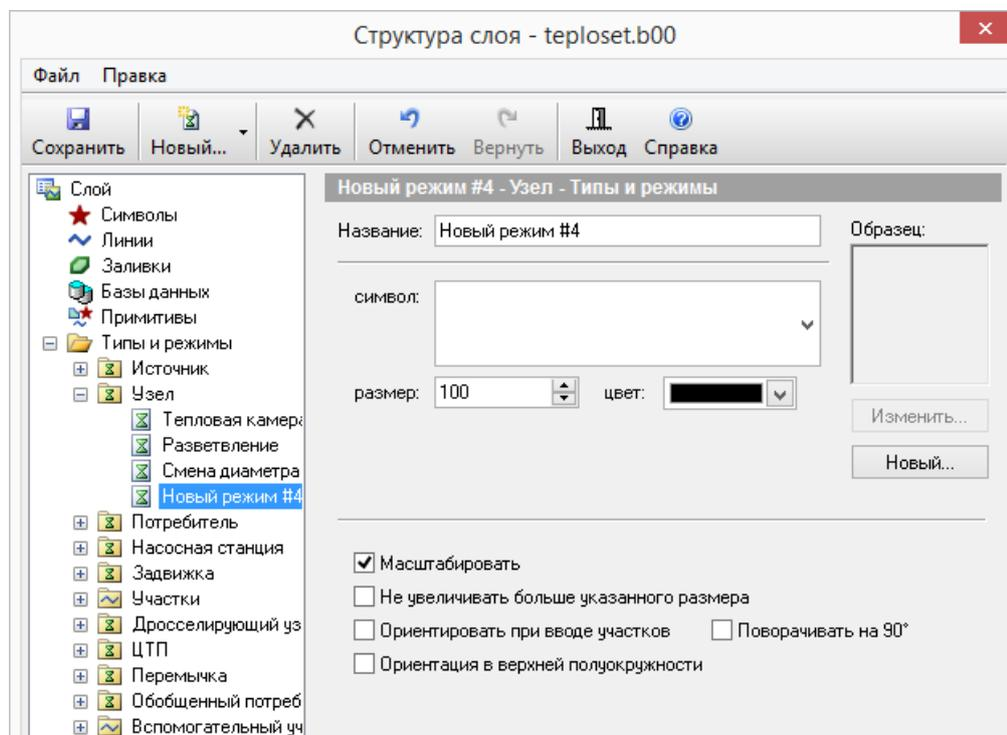

Рисунок 4.18. Параметры нового режима
- Нажать кнопку Новый... и в выпадающем списке выберите пункт Новый...|режим или пункт меню Правка|Новый режим... На экране появится следующее окно (см. Рисунок 4.18, «Параметры нового режима»).